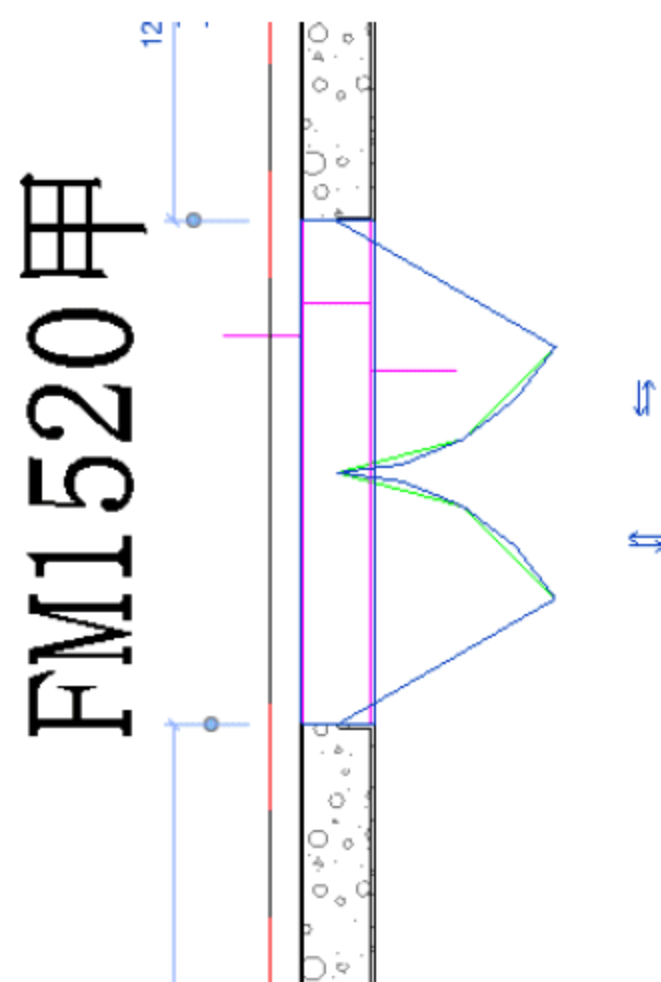
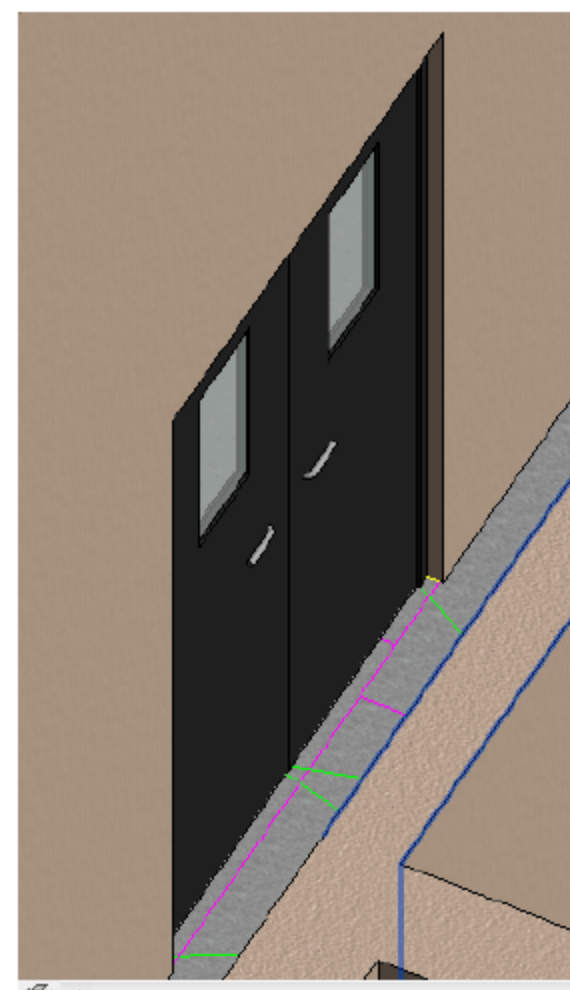

图 9.3.41 完成移动“FM1520 甲”
图 9.3.42 3D 效果图
(31) 完成移动“FM1520 甲”，如图 9.3.41 所示，3D 效果如图 9.3.42 所示。